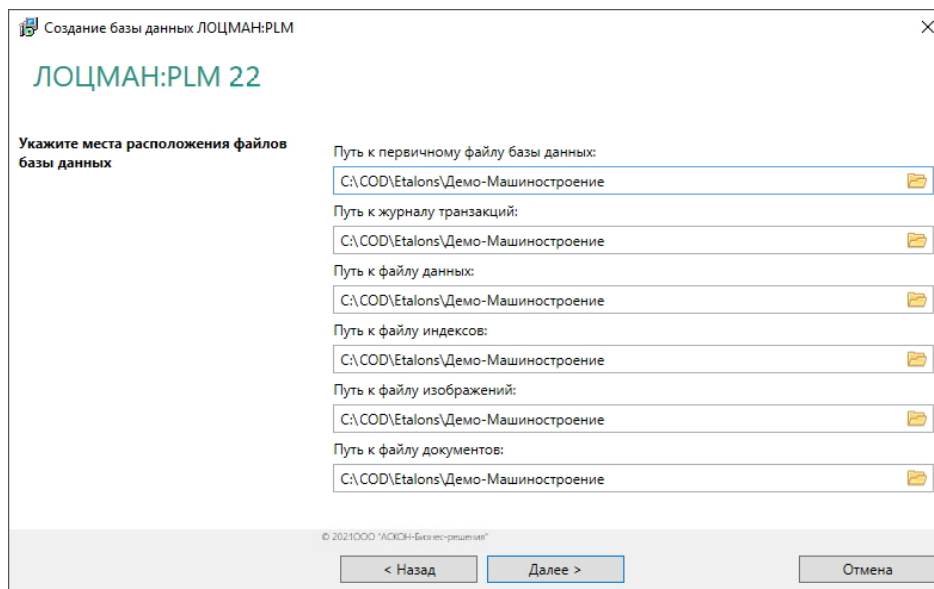

Рис. 4.24
1. Заполните поля ввода данных (рис. 4.24).